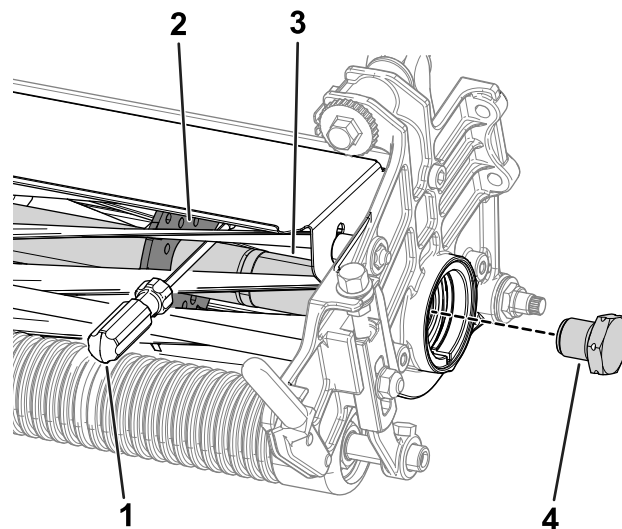

図 28
1. 長い柄のバール9 mm x 30 cm 程度のドライバータイプのもの。握りのついているものがよいを用意する。バールは、トルク作業を行う側に近い側で、リールの下から差し込むようにする 図 28。
2. リールサポートプレートの溶接されている側からバールを入れ 図 28、